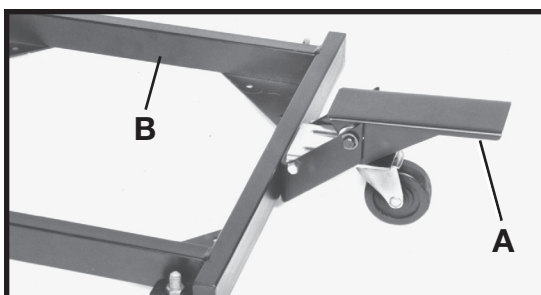

Fig. 7
1. Pour relever la base mobile (B), fig. 7, (pour permettre le déplacement de la machine) descendre le levier de commande à pied (A) de manière à le verrouiller en position.
2. Pour descendre la base mobile (B), fig. 7, (verrouillage) relever le levier de commande à pied (A).